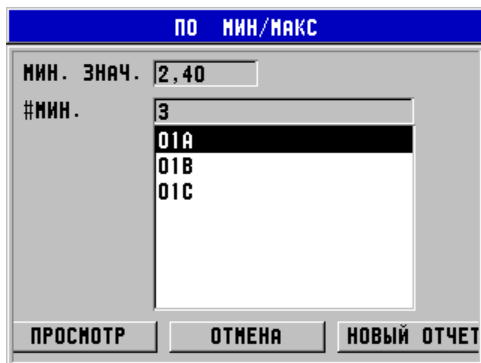

Рис. 6-45 Экран результатов отчета СВОДКА МИН/МАКС
- Открывается экран результатов отчета **ПРОСМОТР МИН. ЗНАЧ.** с выделенным ИД минимального значения толщины (см. Рис. 6-45 на стр. 134).